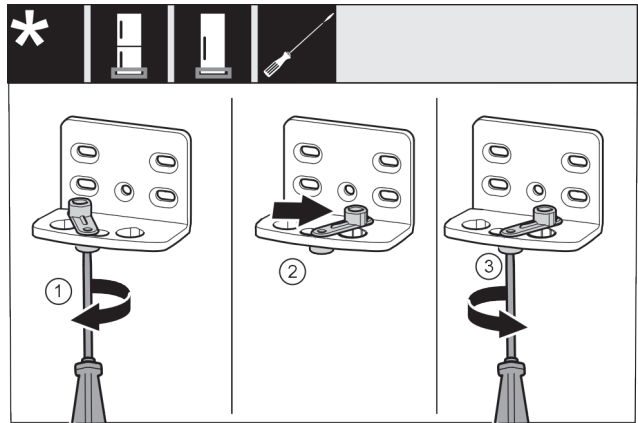

Fig. 19 \*
- ▶ Šroubovákem volně přišroubujte šroub Fig. 19 (1).\*
- ▶ Zvedněte pomůcku zavírání dveří Fig. 19 (2) a v otvoru ji otočte o 90° doprava.\*
- ▶ Šroubovákem šroub Fig. 19 (3) pevně utáhněte.\*